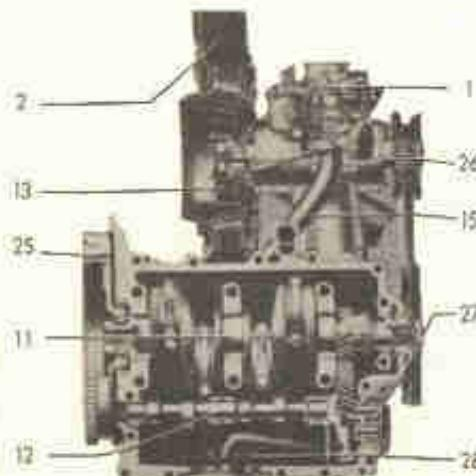

Fig. 4-A — Corte do motor por um plano vertical paralelo à árvore de manivelas.
**Cuidados com o sistema.** — A única atenção requerida pelo sistema é o ajuste eventual da tensão da correia do dinamo, em cujo eixo se encontra montada a ventoinha. Esse ajuste se faz desmontando-se a metade externa da polia com a chave própria que vem com o estojo de ferramentas e acrescentando-se ou retirando-se as arruelas de ajuste entre as duas metades da polia. A metade interna da polia possui um entalhe, que serve para se firmar a mesma com uma chave de fenda como mostra a fig. 2-B. O ajuste está perfeito quando existe uma deflexão de 2 cm entre o ponto médio da correia entre as duas polias, como se vê na fig. 4-B. Esta figura também indica as posições correta e incorretas da correia. Se se deseja aumentar a tensão, o que é mais comum, reti-ram-se as arruelas necessárias entre as duas metades da polia. Se se deseja diminuir a tensão, acresce-se o número adequado de arruelas. As arruelas de ajuste ficam guardadas na metade externa da polia, como mostra a fig. 3-B.
Fig. 4-B — Na figura à esquerda, vemos, de forma exagerada, o ponto onde deve haver uma deflexão de cerca de 2 cm. Vemos também as posições correta e incorretas da correia.